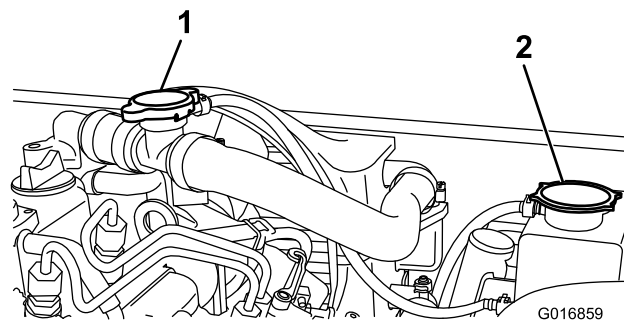

Figura 37
2. Retira e tampa de enchimento (Figura 37) e encha com refrigerante.
3. Volte a colocar a tampa de enchimento e retire a tampa do depósito de expansão (Figura 37).
2. Retire a tampa do depósito de expansão (Figura 37).